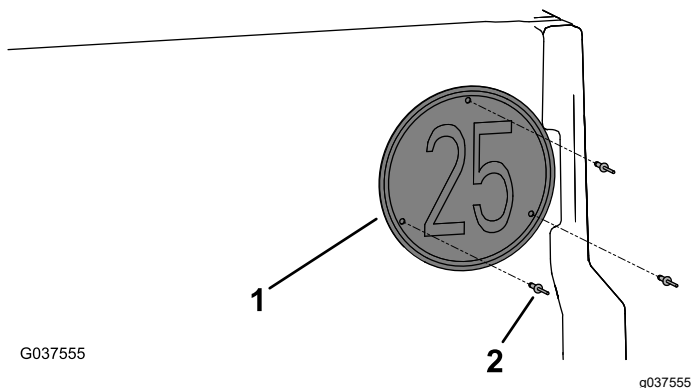

Figura 14
- Montate la piastra di velocità sulla sponda posteriore utilizzando 3 ribattini con spina (3/16" x 15/16"), come illustrato nella Figura 14.